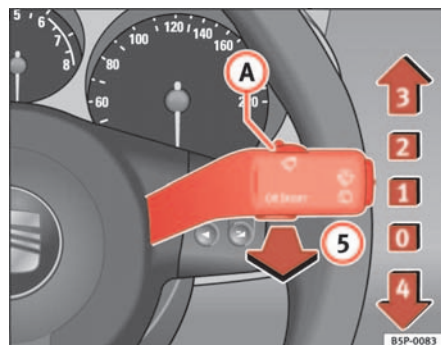

Fig. 85 Palanca del limpia-lavacristales
La palanca del limpiacristales ⇒ fig. 85 tiene las siguientes posiciones:
- Si se detiene el vehículo estando el limpiaparabrisas funcionando en la posición ⇒ página 124, fig. 85 **2** o en la posición **3**, automáticamente comenzará a funcionar en una posición inferior. Si el vehículo reinicia la marcha, el limpiaparabrisas seguirá funcionando en la posición seleccionada originalmente